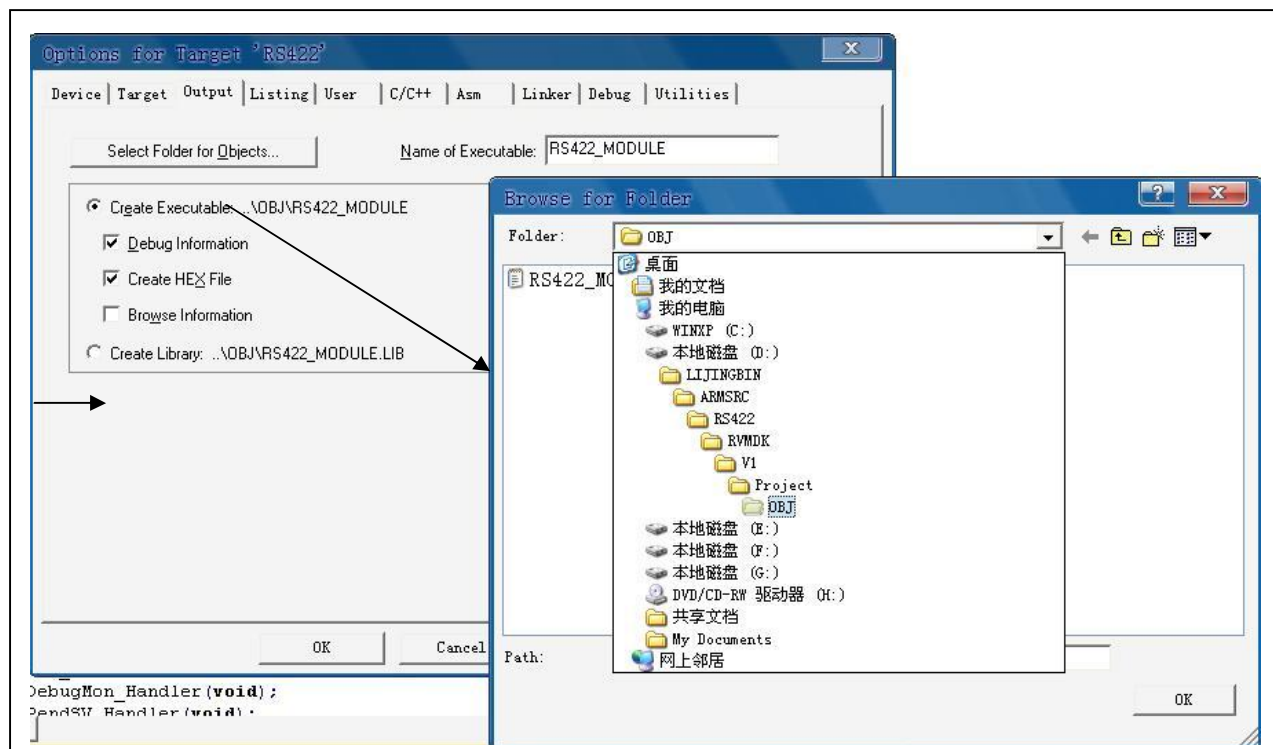

图 12
6.2 选择顶层的“Output”，进入“Output”设置页，点击下面的“Select Folder for Objects...”按钮，选择目录“V1” è “Project” è “OBJ”为目标文件目录，选中“Create HEX File”（见图 12）。